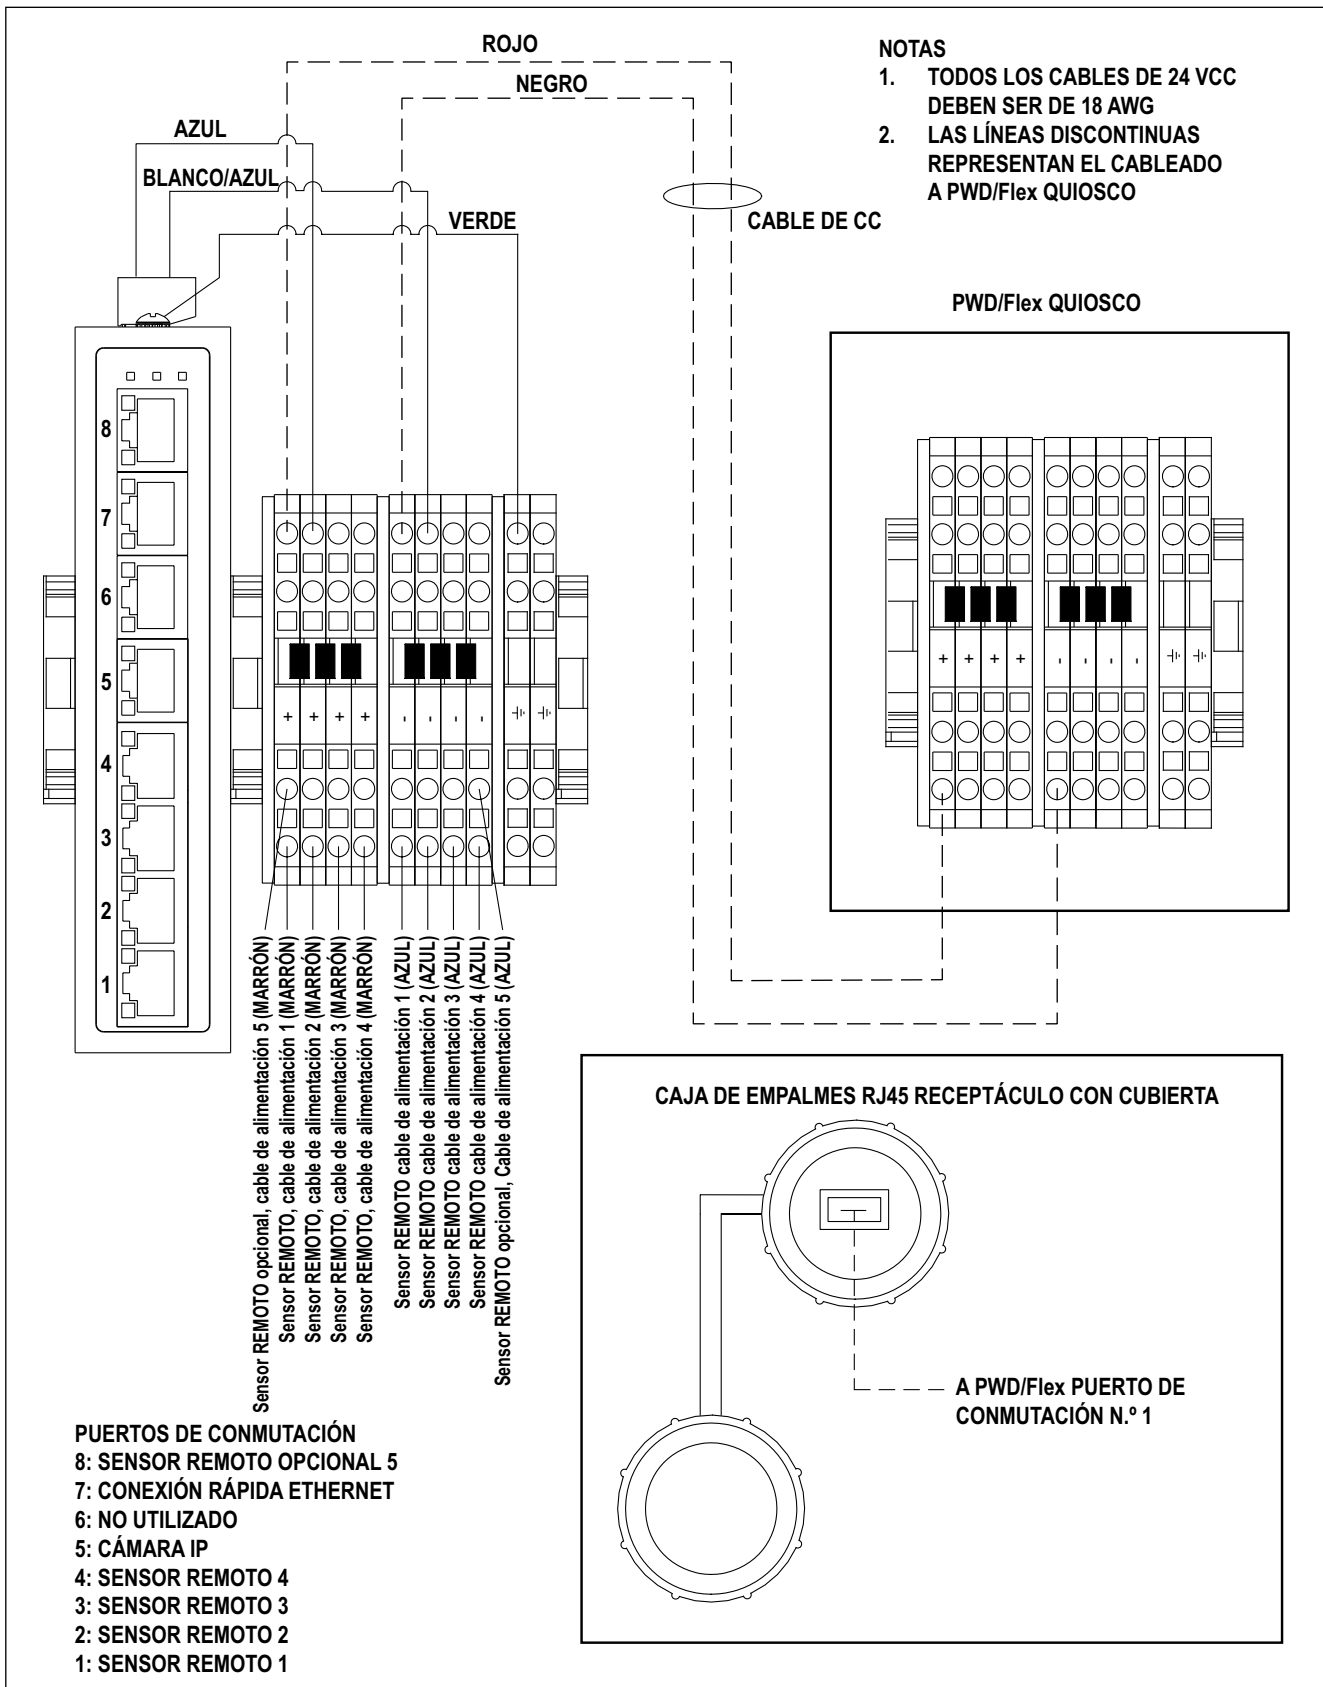

Figura 5-4. Cableado de la caja de empalmes
7. Conecte los cables Ethernet del sensor remoto IFM (verdes) a los puertos Ethernet de la caja de empalmes (Figura 5-4 en la página 26).
9. Conecte los cables de alimentación del sensor IFM remoto al bloque de terminales de la caja de empalmes (Figura 5-4 en la página 26).
3. Conecte los cables de la caja de empalmes según la Figura 5-4 en la página 26.